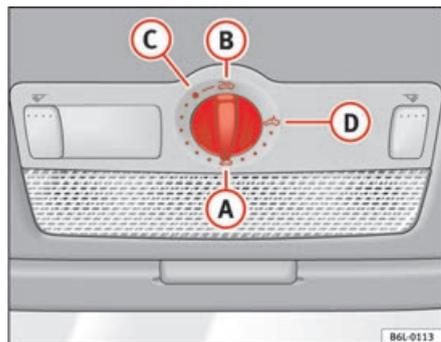

Fig. 54 Détail du revêtement intérieur du toit : commande rotative du toit ouvrant coulissant/relevable
- Tournez la commande rotative en position **A** ⇒ fig. 54 ⇒ **⚠**.